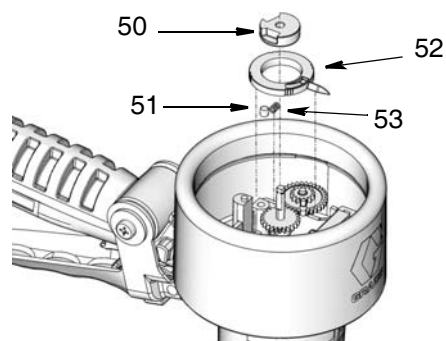

FIG. 23
4. Installare il puntatore inferiore (52), la molla (53), il perno (51) e il tappo (50) come illustrato nella FIG. 23. Servirsi di una chiave esagonale per serrare la vite di regolazione del tappo.